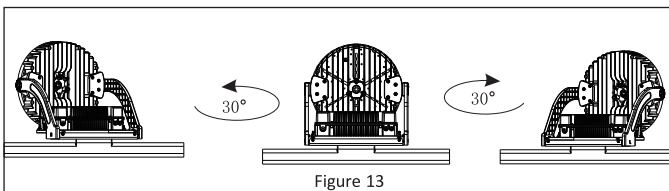

Figure 13
4. Le luminaire peut être déplacé de 30° à gauche et à droite en desserrant les boulons M16 et M12. **Reportez-vous à la Figure 13.**